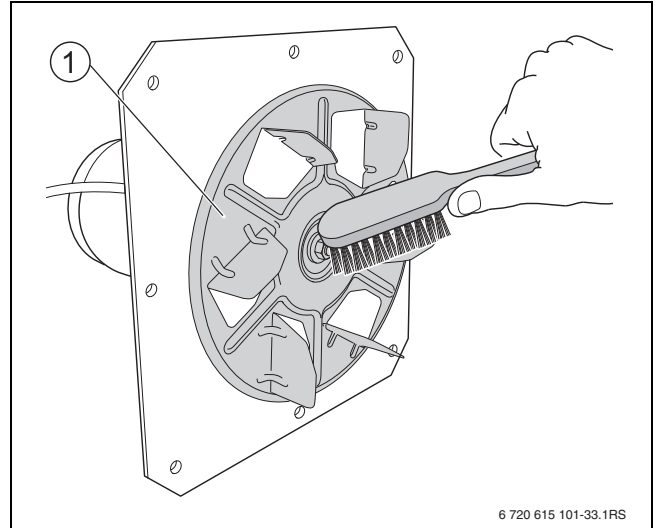

Рис. 24 Чистка крыльчатки вентилятора
- ▶ Осторожно очистите мягкой проволочной щёткой крыльчатку вентилятора (→ рис. 24, [1]) от золы и нагара.